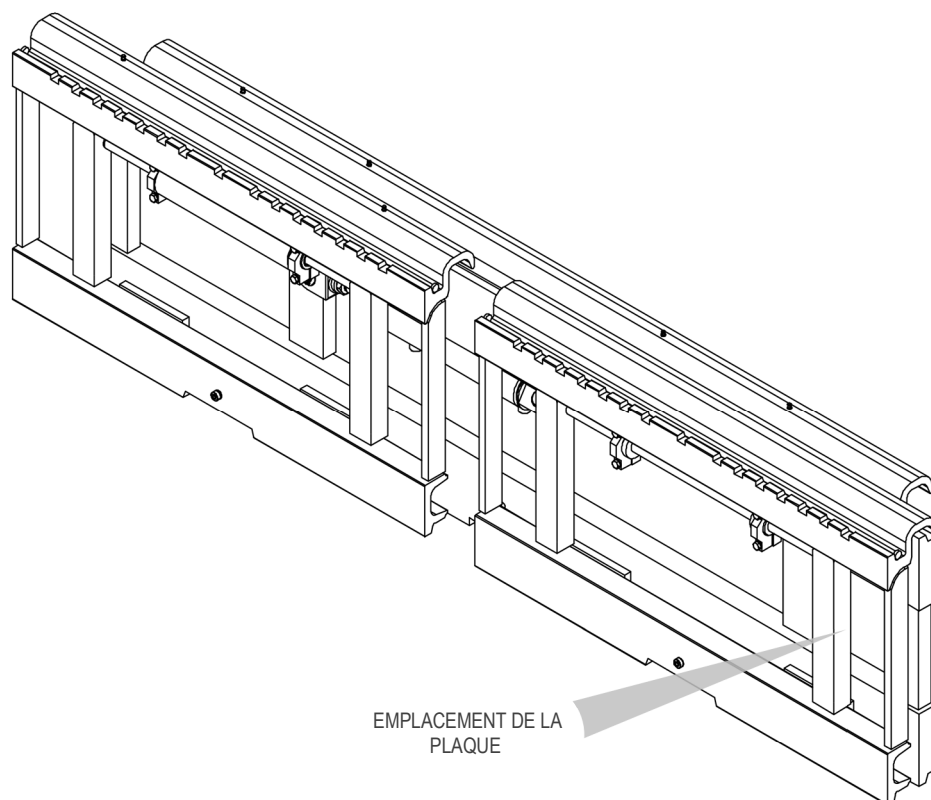

Figure 1
Tous les équipements A.T.I.B. – « DOUBLE CONVOYEUR TYPE 107.2 | TRIPLE CONVOYEUR TYPE 107.3 » sont identifiés par une plaque adhésive (voir *Tableau 1*) placée sur l'équipement (la position de la plaque d'identification peut varier en fonction de l'équipement, voir *Figure 1*). Toujours se référer au numéro de série.
7. Pour la manutention, utiliser des courroies ou des chaînes correctement dimensionnées par rapport au poids de l'équipement indiqué sur la plaque signalétique (voir Figure 1 et Tableau 1 à la page 6).
12. Connecter le circuit hydraulique, en s'assurant que la pression de service des tuyaux est supérieure ou égale à celle indiquée sur la plaque signalétique (voir *Figure 1* et *Tableau 1* à la page 6).
4. Pour la manutention, utiliser des courroies ou des chaînes correctement dimensionnées par rapport au poids de l'équipement indiqué sur la plaque signalétique (voir Figure 1 et Tableau 1 à la page 6).
9. Connecter le circuit hydraulique, en s'assurant que la pression de service des tuyaux est supérieure ou égale à celle indiquée sur la plaque signalétique (voir *Figure 1* et *Tableau 1* à la page 6).